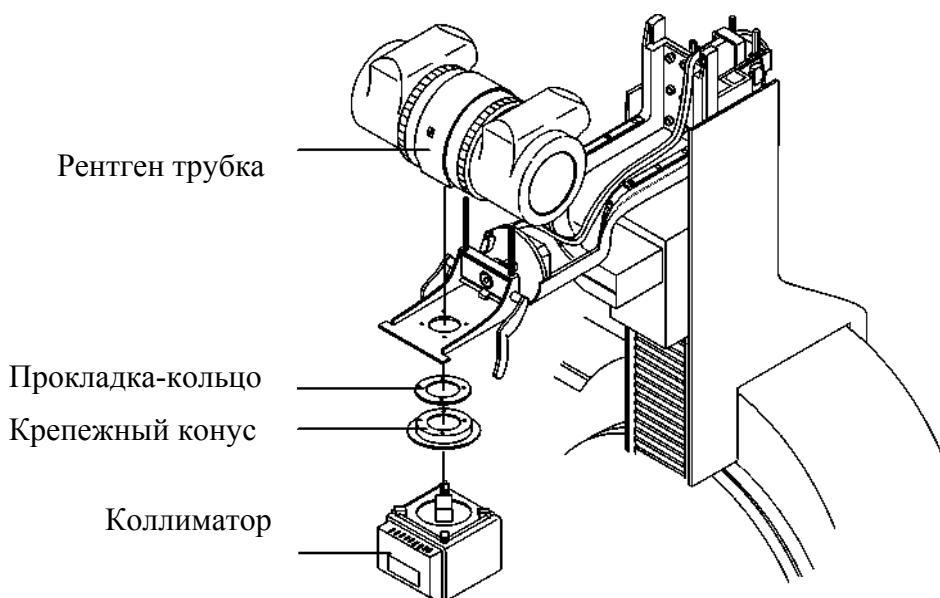

Рис.3-17.
2. Одновременно установите рентген трубку на опору и крепежный конус коллиматора (Рис.3-17). Выполняя это, учитывайте расстояние между фокусом трубы и гранью конуса/коллиматора; чтобы обеспечить соответствующее соотношение между полем излучения и световым полем коллиматора, это расстояние должно быть **80 ± 1 мм**. Для этого должны быть использованы кольца-прокладки из комплекта коллиматора (ознакомьтесь с техническими данными рентгеновской трубы, чтобы определить точку фокуса). Зафиксируйте винтами крепления положение собранной конструкции, учитывая, что выбор длины винтов определяется количеством использованных колец-прокладок.